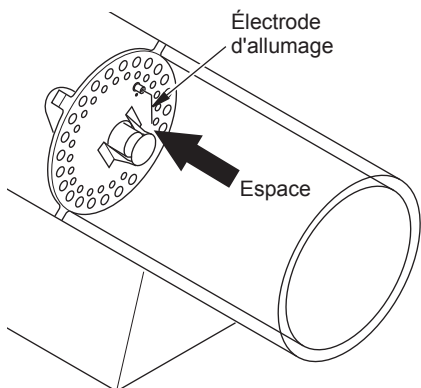

Figure 14 - Espace entre l'électrode d'allumage et la plaque
7. Assurez-vous que l'espace entre l'électrode d'allumage et la plaque est de 43,18 mm (0,17 po) (voir figure 14).